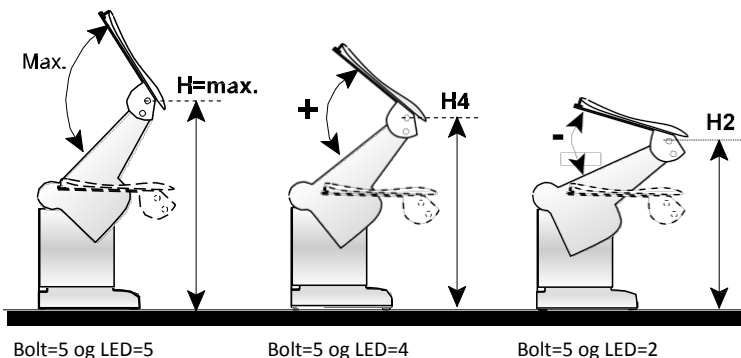
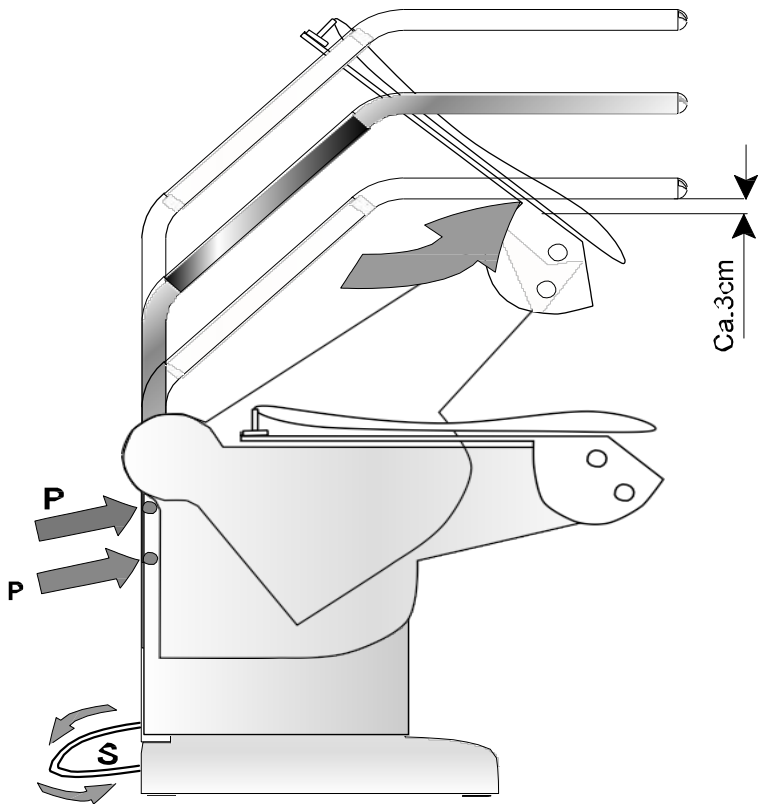

Fig.2
Fig.1
- Fig. 2 er eksempel på innstilling: LED lys nr 3 og hengslebolt i 3 posisjon (Vær oppmerksom på tekst på (fig 2) på løfteren).
- Fig.2 Viser hvordan høyde og setevinkel kan endres med bolt i hull nr.5 og med de forskjellige tillatte LED posisjoner. Setehøyden er høyere en på fig 1, setevinkel den samme.